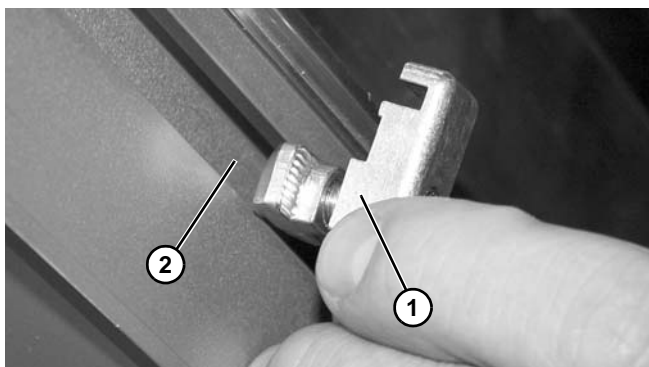

Figura 33
- Instale la grapa guía (**Figura 33, artículo 1**) en la ranura en T del transportador (**Figura 33, artículo 2**) tal y como se muestra.